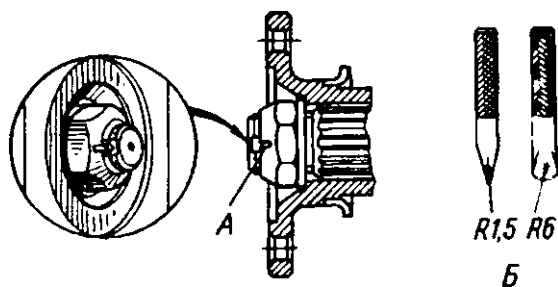

Рис. 7.12. Стопорение гайки изгибом ее кромки в паз вала и профиль инструмента:
6. Затяните гайки 21 и 26 крутящим моментом $140-200 \text{ Н} \cdot \text{м}$ ($14-20 \text{ кгс} \cdot \text{м}$) и застопорите их изгибом кромки в паз вала с помощью кернера, как показано на рис. 7.12.
3. Наденьте на шлицы вала привода заднего моста фланец, шайбу, затяните гайку крутящим моментом 140-200 Н·м (14-20 кгс·м) и застопорите ее изгибом кромки в паз вала с помощью кернера (см. рис. 7.12).
6. Наденьте на шлицы вала привода переднего моста фланец, шайбу, затяните гайку крутящим моментом 140-200 Н·м (14-20 кгс·м) и застопорите ее, изогнув кромку гайки в паз вала (см. рис. 7.12).